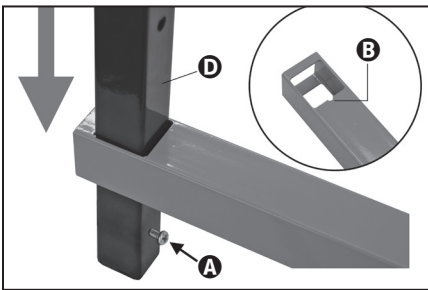

Figura 1
1. Localice la parte inferior de la barra vertical larga. Desde el extremo tiene un pequeño orificio para un tornillo de 1/2 de pulgada (13mm). Inserte un tornillo **A**. Localice la parte inferior de la barra horizontal anaranjada **B**. Tiene una ranura pequeña tal como se muestra en la imagen. Deslice la barra anaranjada a lo largo de la barra vertical desde la parte superior hasta que descansa en su posición contra el tornillo. Figura 1.